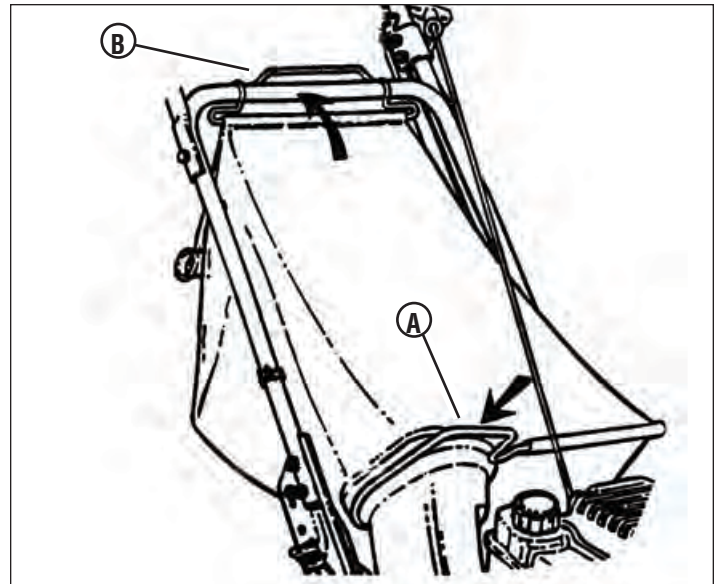

Figure 17
- Glisser le connecteur par dessus l'extrémité de la bride de l'adaptateur du sac (A, Figure 17).
- Accrocher le fil supérieur par dessus la poignée du milieu (B).